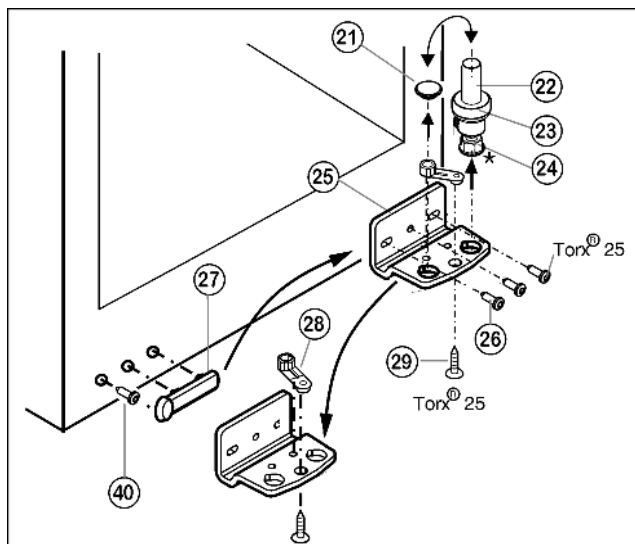

Fig. 5
- ▶ Извлеките опорный винт Fig. 5 (22) в комплекте с шайбой Fig. 5 (23) и регулируемой опорой* Fig. 5 (24), вытягивая его вверх.
- ▶ Снимите пробку Fig. 5 (21).
- ▶ Открутите Fig. 5 (26) опорный кронштейн Fig. 5 (25).
- ▶ Открутите Fig. 5 (29) опорную деталь Fig. 5 (28) и, переставив в отверстие на противоположной стороне опорного кронштейна, снова прикрутите.
- ▶ Осторожно снимите и переставьте на противоположную сторону крышку со стороны ручки Fig. 5 (27) и винт Fig. 5 (40).
- ▶ Снова прикрутите опорный кронштейн Fig. 5 (25) на новой стороне шарнира (**с моментом 4 Нм**). При необходимости используйте аккумуляторный шурупверт.
- ▶ Переставьте пробку Fig. 5 (21) в свободное отверстие.
- ▶ Вновь установите опорный винт Fig. 5 (22) в комплекте с шайбой и регулируемой опорой*. При этом фиксатор должен быть направлен назад.
- ▶ Установите дверцу сверху на нижний опорный палец Fig. 5 (22).
- ▶ При необходимости выровняйте дверцы через два продольных паза в нижнем опорном кронштейне Fig. 5 (25) параллельно корпусу устройства. Для этого выкрутите средний винт.